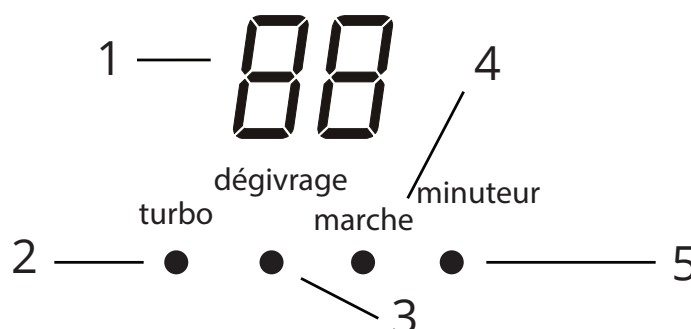

fig. 1.2
**Affichage** (sur le panneau avant de l'unité intérieure) voir fig. 1.2